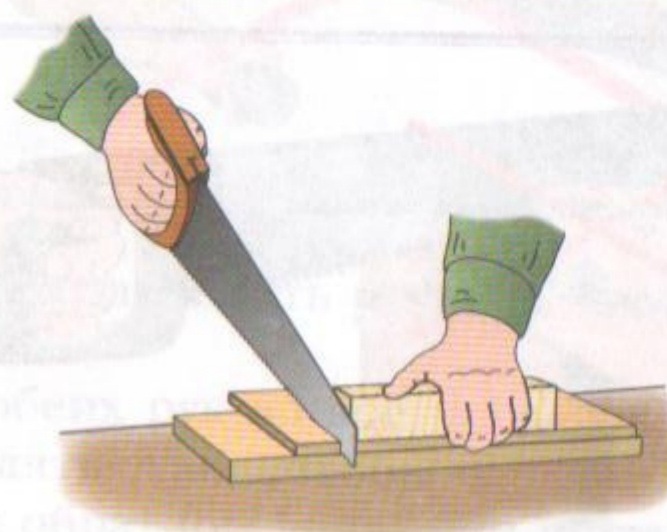

Рис. 94
3. При запиле нужно пользоваться бруском (рис. 94).